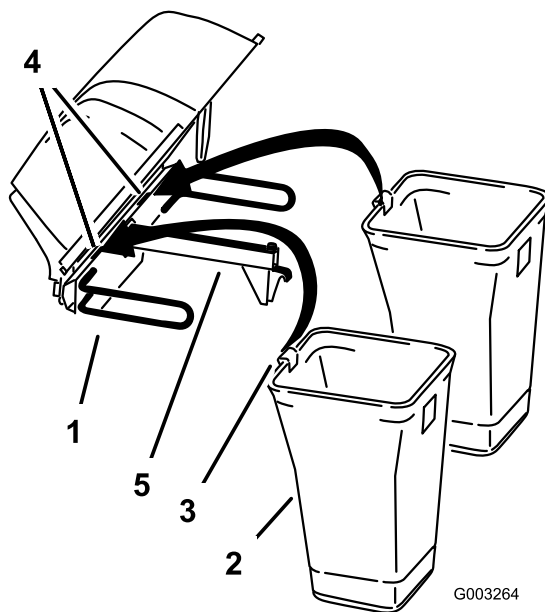
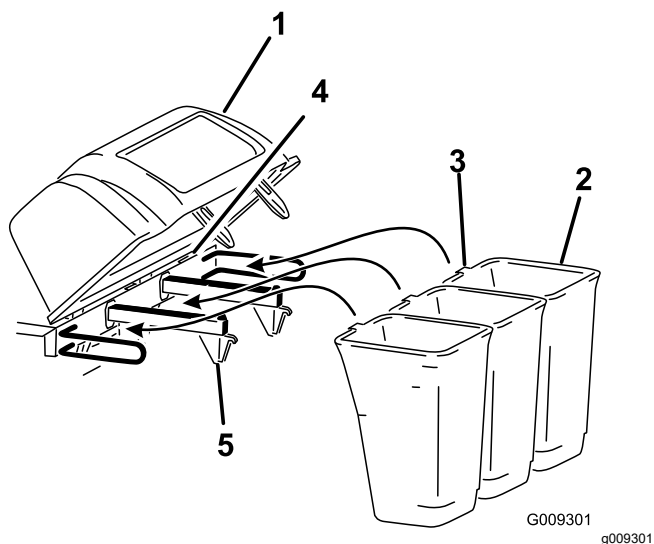

Figure 8
Figure 9
- Insérez la languette du bac dans le cran du capot (Figure 8 ou Figure 9).